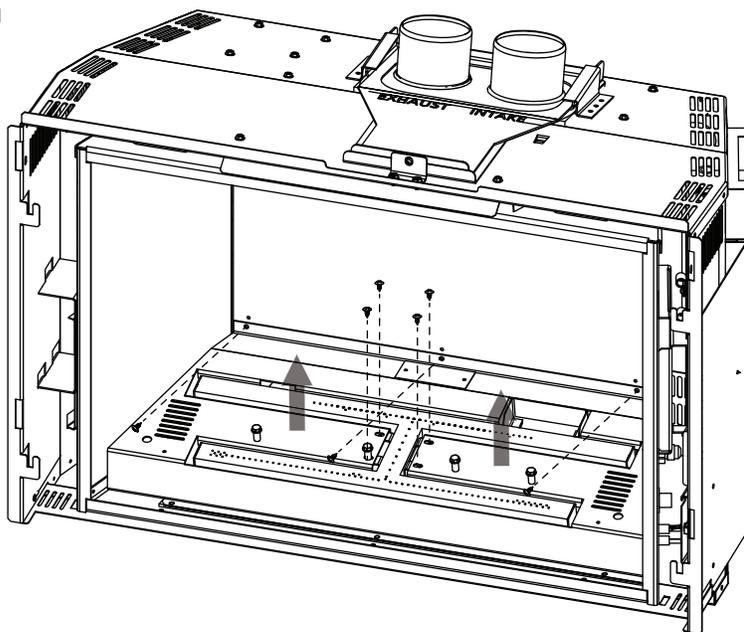

Fig. 7-1
1. Retirez les 7 vis servant à fixer le plateau à média en place (**Fig. 7-1**).